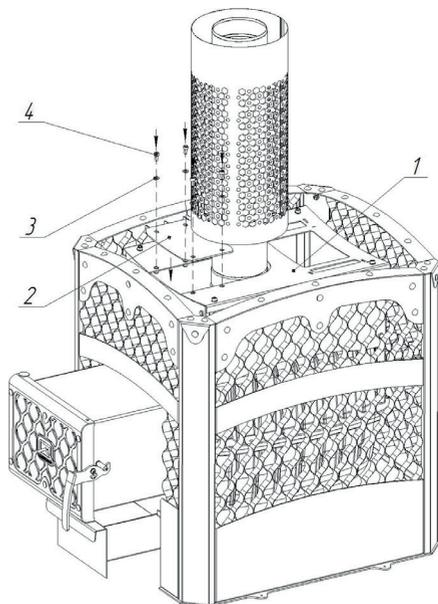

Рисунок 4 — Установка заглушки (камни не показаны)
- 6) установите заглушку на свод закрытой каменки (рисунок 4);